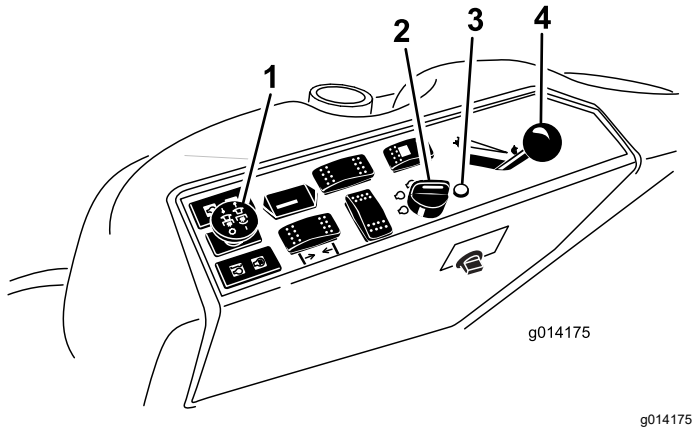

图 21
4. 将动力输出PTO开关移至关闭位置图 21。
5. 将油门杆移至快速与慢速的中间位置图 21。